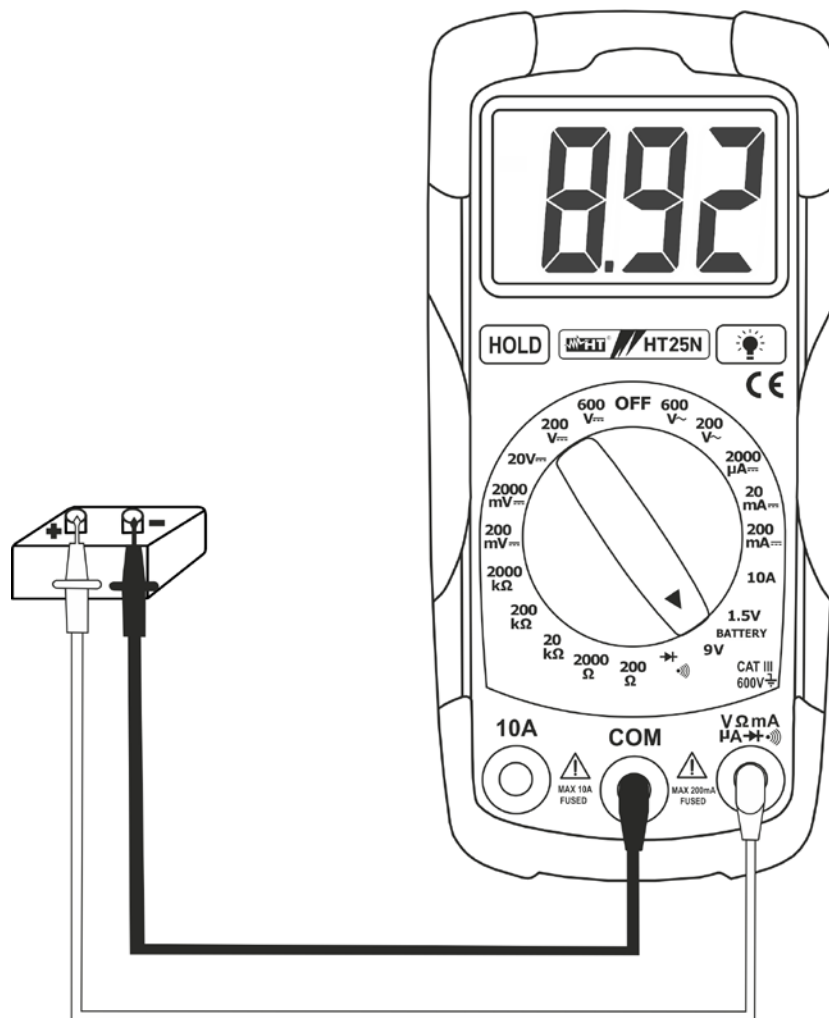

Abb. 7: Batterientest
3. Verbinden Sie die Messleitungen mit der zu testenden Batterie unter Berücksichtigung der Polarität (s. Abb. 7). Der Batterie Spannungswert wird angezeigt